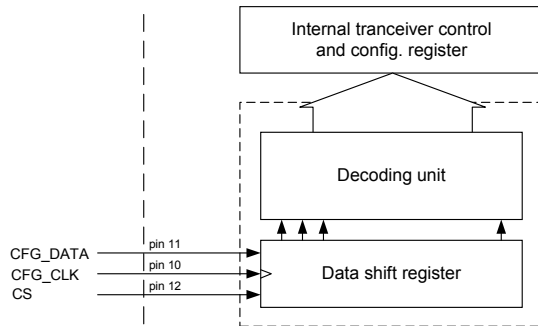

图 5 芯片配置串行外围设备接口 (SPI)
芯片通过由 3 个管脚 CS, CFG\_CLK 和 CFG\_DATA 组成的串行接口将控制参数锁存到内部配置单元的移位寄存器中。芯片选择脚 (CS) 用来使能芯片的配置模式。图 5 给出了串行接口的框图。